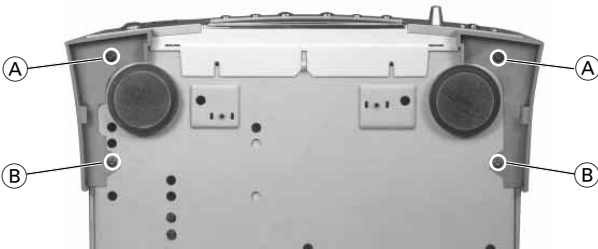

Fig. 1
- 2 Schrauben (A) und 2 Schrauben (B) herausdrehen (Fig. 1).
- Undo 2 screws (A) and 2 screws (B) (Fig. 1).